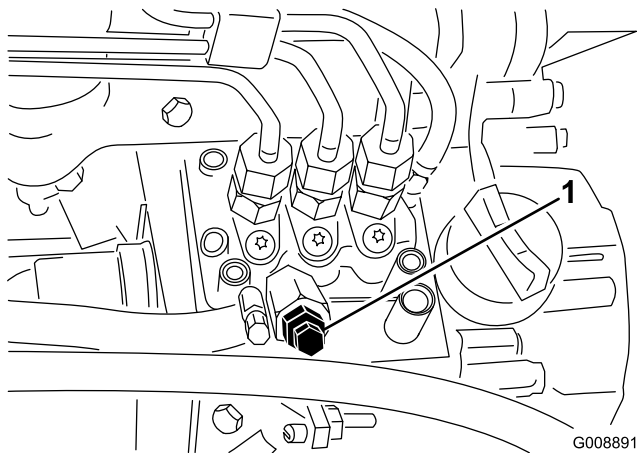

Figura 38
3. Desaperte o parafuso de purga que se encontra na bomba de injeção de combustível (Figura 38).